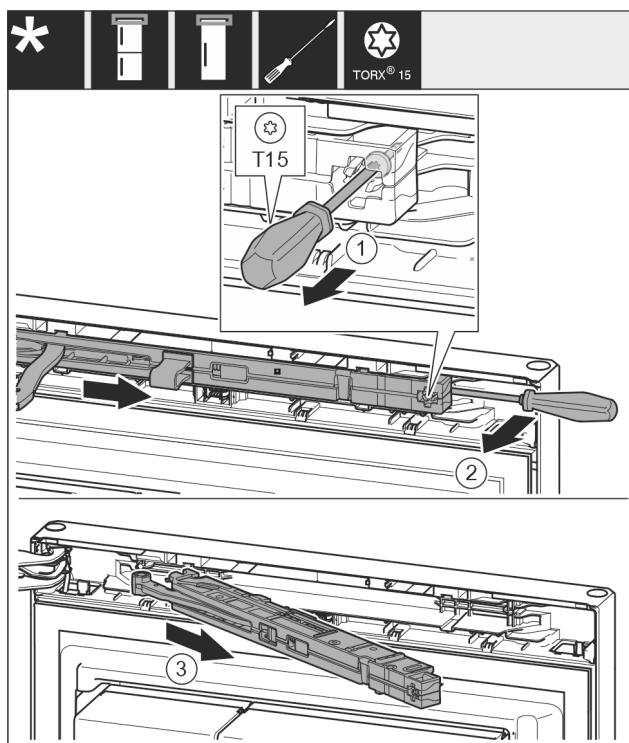

Fig. 11
- ▶ Отвийте винта Fig. 11 (1) на блока на затварящия демпфер с отвертка 14 mm.
- ▶ Повдигнете блока на затварящия демпфер Fig. 11 (2) от страната на ръкохватката с отвертка напред.
- ▶ Издърпайте блока на затварящия демпфер Fig. 11 (3).